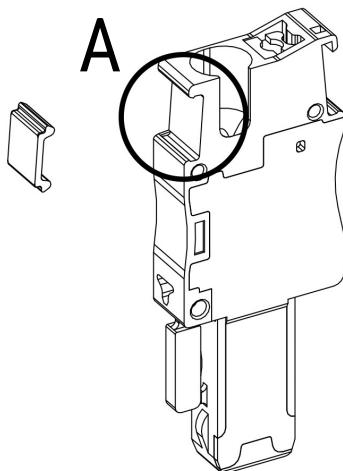
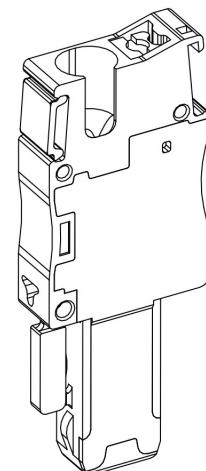

Рисунок 51 – установка маркировки УМКП
Рисунок 52 – установленная маркировка УМКП
- Для установки маркировки УМКП, вдавите ее в отмеченный паз штекера (рис. 51 «A»; рис. 52).